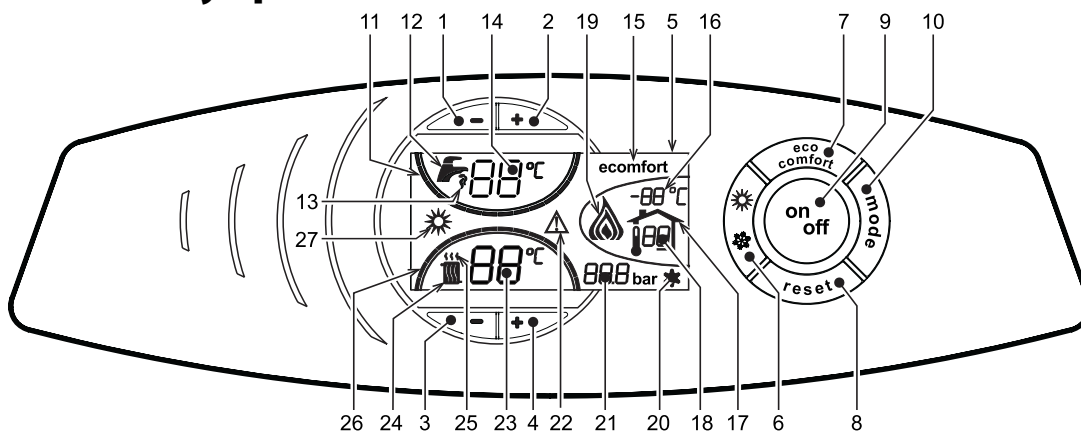
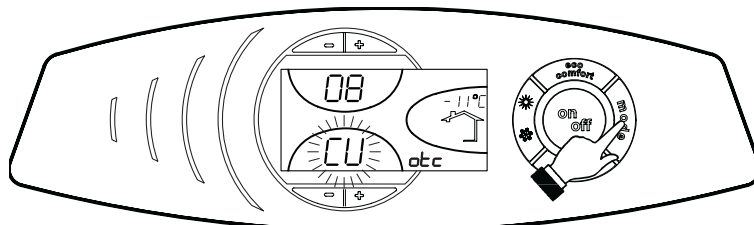
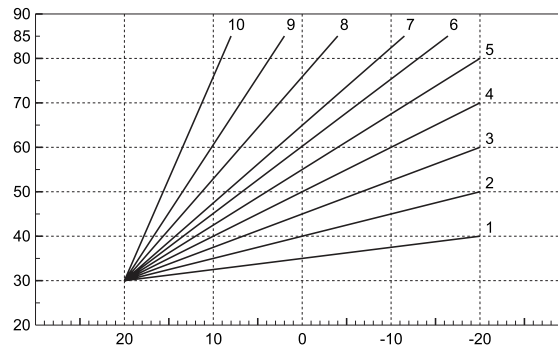
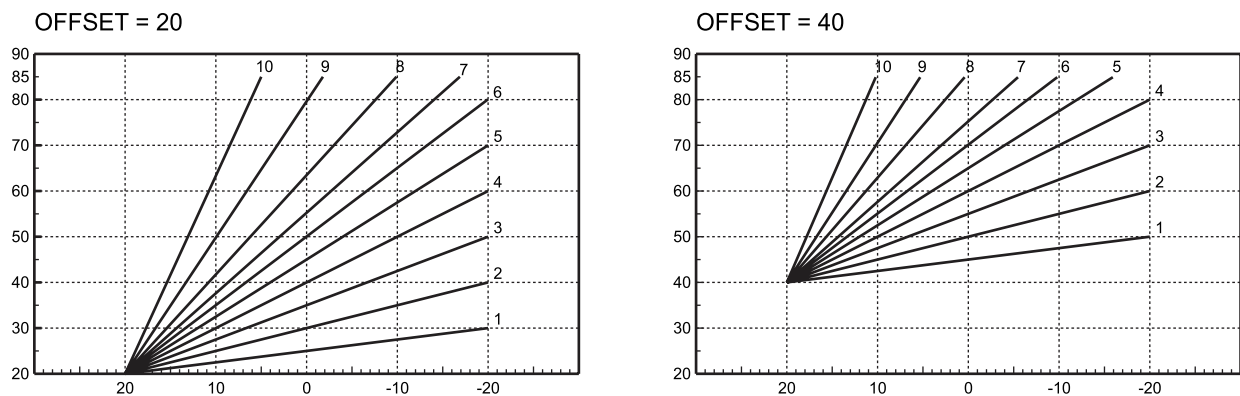

рис. 1 - Панель управления
рис. 11 - Кривая компенсации
рис. 13 - Компенсационные характеристики
рис. 14 - Пример параллельного смещения компенсационных характеристик
О поступлении команды на включение отопления (от комнатного термостата или от пульта ДУ) предупреждает мигание индикатора теплого воздуха, над радиатором (поз. 25 - рис. 1).
Индексные метки с подсветкой системы отопления (поз. 26 - рис. 1) загораются по мере приближения измеряемой датчиком температуры к заданному значению.
О поступлении команды включения котла на нагрев бойлера, генерируемой при остывании воды в бойлере, предупреждает мигание соответствующего индикатора (поз. 13 - рис. 1). Убедитесь, что функция Comfort включена (поз.15 - рис. 1)
Индексные метки с подсветкой системы ГВС (поз. 11 - рис. 1) загораются по мере приближения измеряемой датчиком температуры к заданному значению.
При включенной системе нагрева воды в бойлере (заводская установка) на дисплее отображается символ режима COMFORT (поз. 15 - рис. 1); наоборот, если система нагрева выключена, на дисплее высвечивается символ режима ECO (поз. 15 - рис. 1)
Бойлер может быть выключен пользователем (режим ECO) путем нажатия кнопки  (поз. 7 - рис. 1).
Для включения режима COMFORT снова нажмите клавишу  (поз. 7 - рис. 1).
Нажмите клавишу  (поз. 9 - рис. 1) в течение 1 секунды.
Для повторного включения котла вновь нажмите клавишу  (поз. 9 рис. 1) в течение 1 секунды.
- Нажмите кнопку ВКЛ/ВЫКЛ (поз.9 - рис. 1)
Нажмите клавишу  (поз. 6 - рис. 1) в течение 1 секунды.
На дисплее высвечивается символ «Лето» (поз. 27 - рис. 1). При этом котел будет работать только на контур ГВС. Система защиты от замерзания остается активной.
Для переключения в режим «Зима» вновь нажмите клавишу  (дет. 6 - рис. 1) в течение 1 секунды.
Температура в системе отопления регулируется в пределах от 30 °С до 90 °С с помощью клавиш  (поз. 3 и 4 рис. 1); однако, не рекомендуется эксплуатировать котел при температуре ниже 45 °С.
Температура воды в бойлере ГВС регулируется в пределах от 10°С до 65°С с помощью клавиш  (поз. 1 и 2 - рис. 1).
При наличии датчика уличной температуры (опция) на дисплее панели управления (поз. 5 - рис. 1) отображается измеряемая этим датчиком температура. При этом система управления котлом работает в погодозависимом режиме. В этом режиме температура воды, подаваемой в систему отопления, регулируется в зависимости от уличной температуры с тем, чтобы обеспечить максимальный комфорт и экономию энергетических ресурсов в течение всего отопительного сезона. Так, при повышении уличной температуры понижается температура подачи воды в систему отопления, что производится по установленной «кривой компенсации».
С переключением в погодозависимый режим показатель температуры, устанавливаемый клавишами  (поз. 3 и 4 - рис. 1) соответствует максимальной температуре подачи воды в систему отопления. Рекомендуется устанавливать максимальное значение заданной температуры с тем, чтобы позволить системе регулировать изменение температуры во всем диапазоне значений.
При однократном нажатии кнопки  (поз. 10 - рис. 1) на дисплей выводится текущая компенсационная характеристика (рис. 11), которую можно изменить с помощью кнопок задания температуры воды ГВС  (поз. 1 и 2 - рис. 1). Измените конфигурацию кривой в пределах от 1 до 10 в зависимости от характеристики (рис. 13). При задании значения 0 функция регулировки в режиме плавающей температуры исключается.
При одновременном нажатии кнопок регулировки температуры отопления  (поз. 3 и 4 - рис. 1) открывается доступ к параллельному смещению характеристик (рис. 14), с помощью кнопок регулировки температуры в контуре ГВС  (поз. 1 и 2 - рис. 1).
Для выхода из режима параллельного смещения кривых еще раз нажать клавишу  (поз. 10 - рис. 1).
Если к котлу подключено устройство дистанционного управления (опция), вышеописанные операции могут производиться только так, как указано в таблице 1. При этом на дисплее пульта управления (поз. 5 - рис. 1) высвечивается температура в помещении, измеряемая встроенным температурным датчиком устройства управления.
Выбор режимов ECO/COMFORT	При отключении режима ГВС с пульта ДУ котел устанавливается в режим «Eco-putu». В этих условиях кнопка 7рис. 1 - на панели котла отключена.